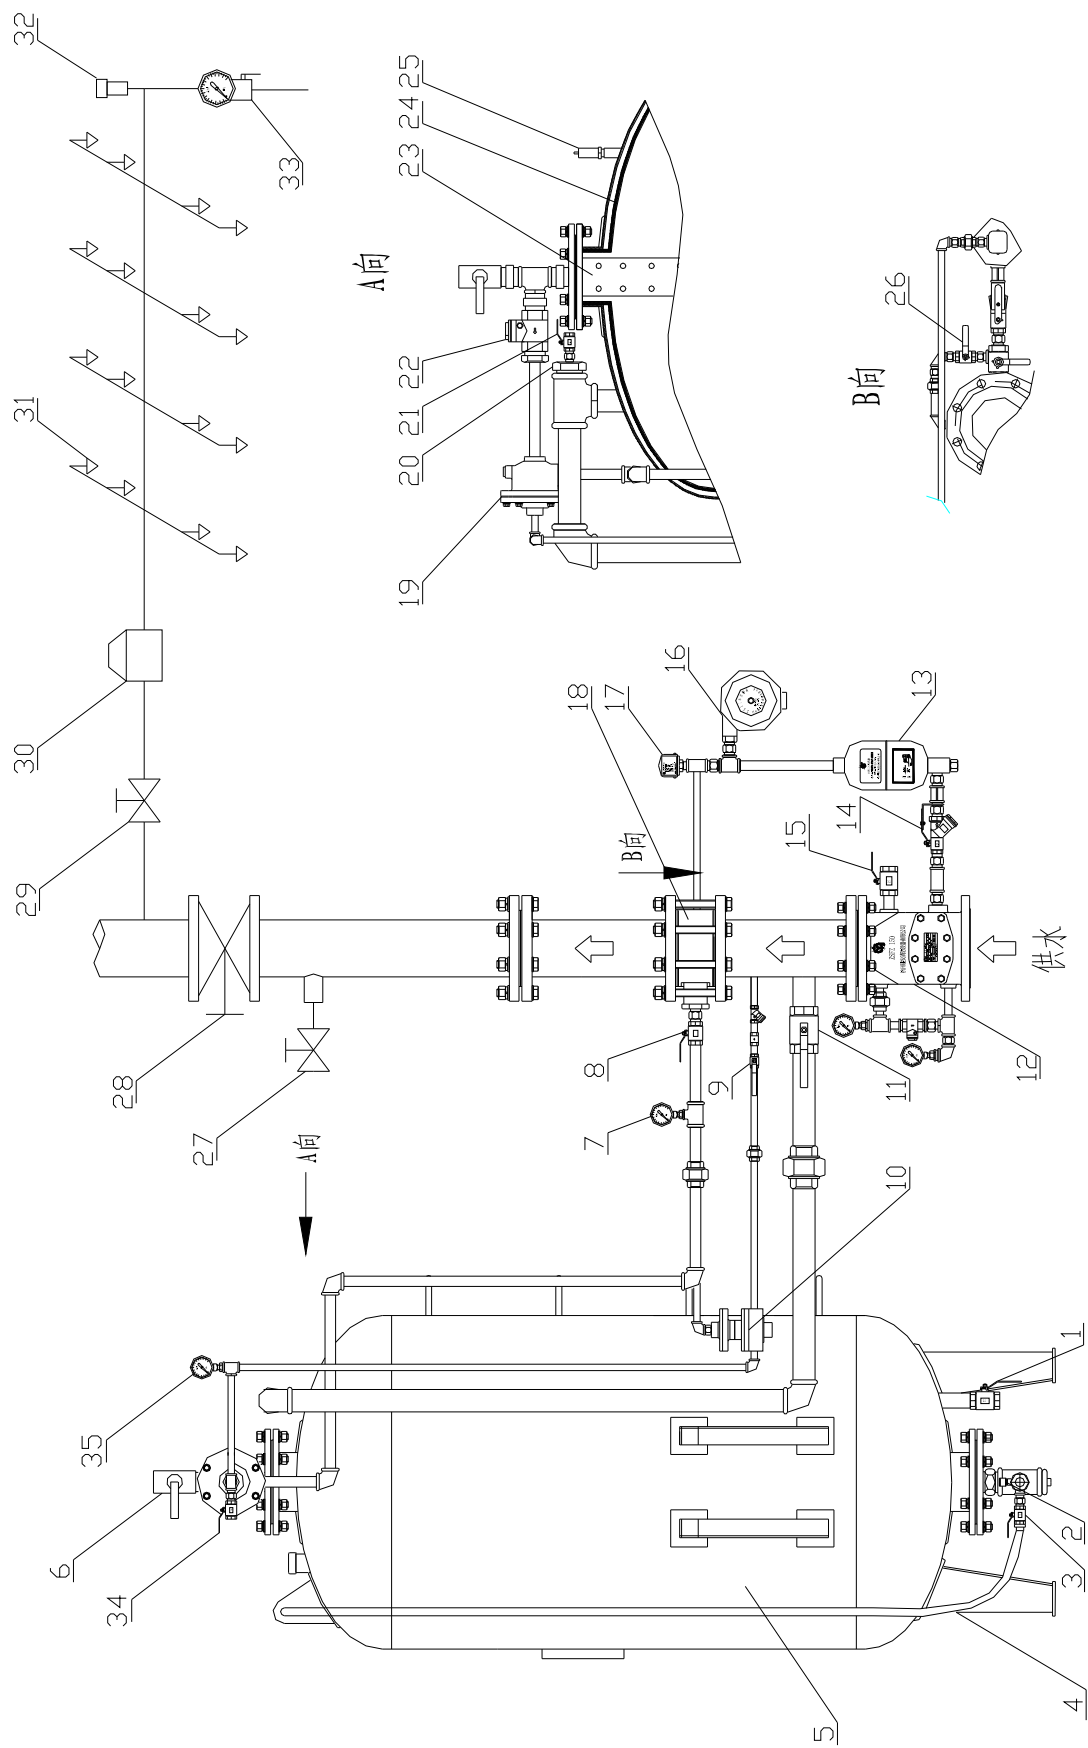
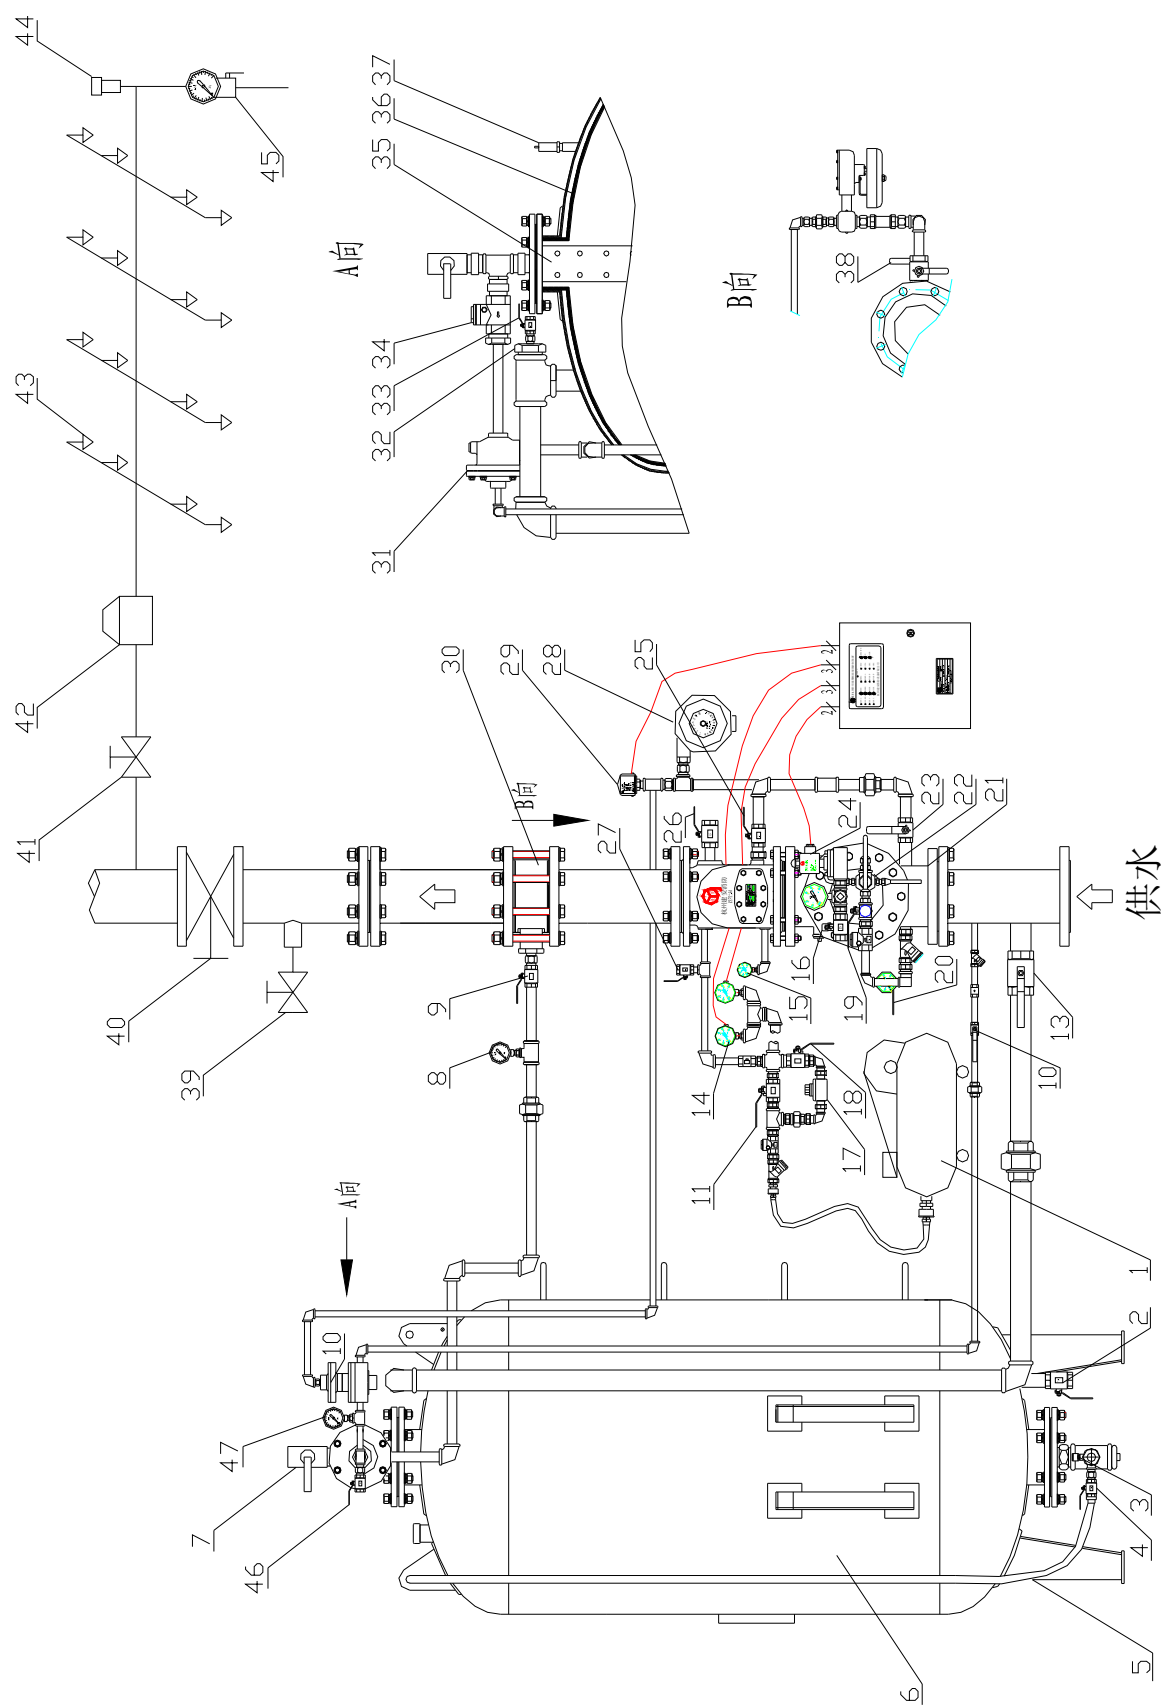

图 1
图 2
2.3 工作原理（见图 1、图 2）
3.2.1 配套湿式报警阀闭式泡沫—水喷淋装置（见图 1）
3.2.2 配套湿式报警阀闭式泡沫—水喷淋装置（见图2）